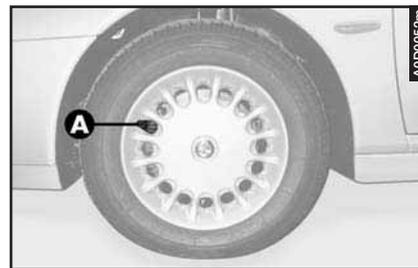

fig. 22
– Se presente, accostare la coppa alla ruota, facendo in modo che la valvola possa uscire attraverso il foro svasato. Premere sulla circonferenza della coppa, iniziando dai tratti più vicini al foro della valvola (**A-fig. 22**) e procedendo sino al completo inserimento.